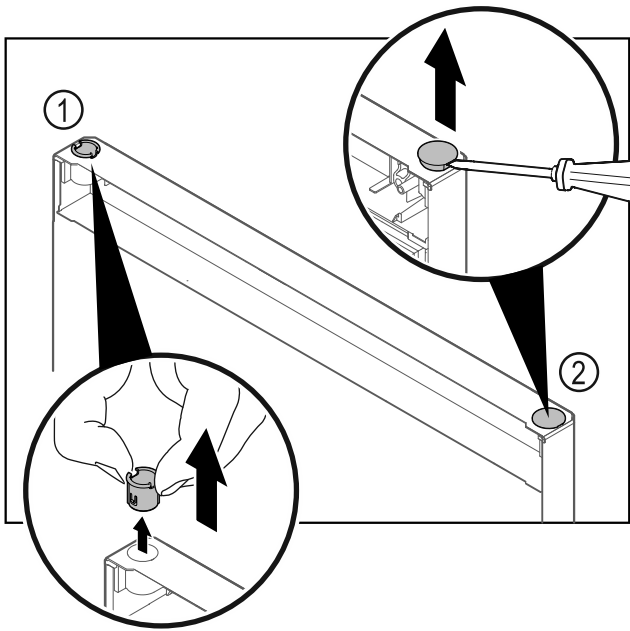

Fig. 40 Дверь морозильного отделения
- ▶ Пальцами вытяните шарнирную втулку Fig. 40 (1).
- ▶ Шлицевой отверткой осторожно подцепите и извлеките заглушку Fig. 40 (2).